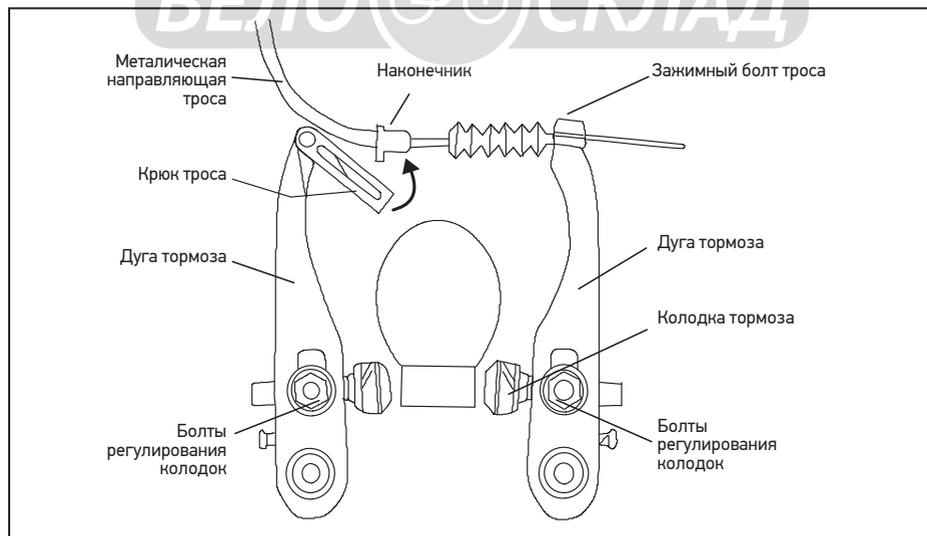

Рис. 20: Сборка ободного тормоза
- Ободной тормоз (Рис. 20)
Ободной тормоз (Рис. 20):
- Для велосипедов с ободными тормозами см. Рис. 20.